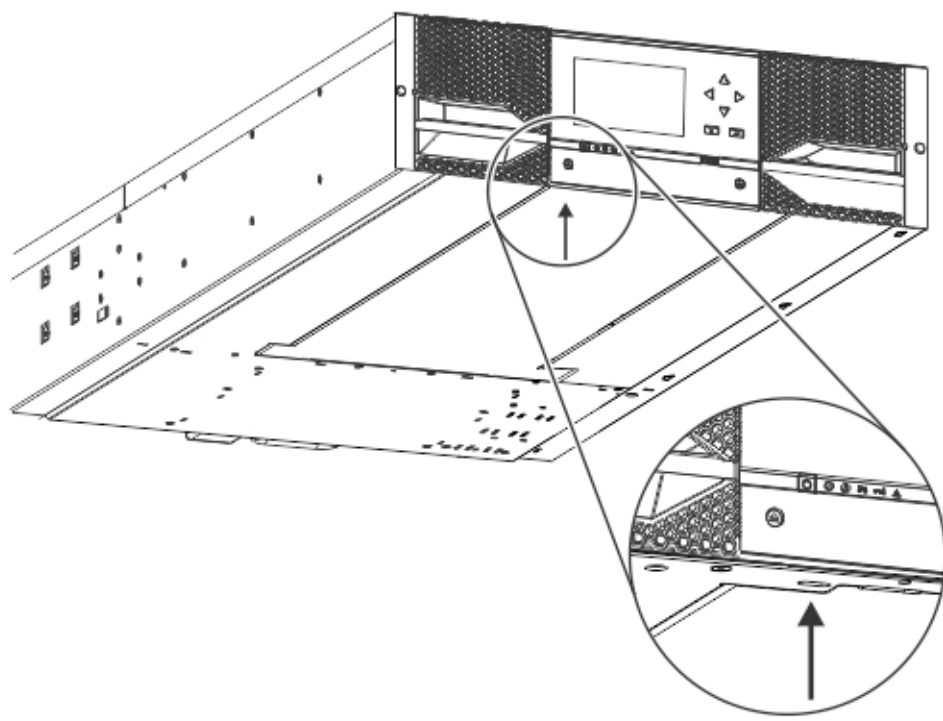

Figura 34. Desbloqueo del bloqueo por resorte
- c. Agarre la cubierta inferior con una mano. Inserte un destornillador de cabeza plana pequeño o un destornillador Torx en el orificio y deslícelo lateralmente hacia la izquierda 4 mm para desbloquear el bloqueo por resorte. Consulte Figura 34 en la página 41.